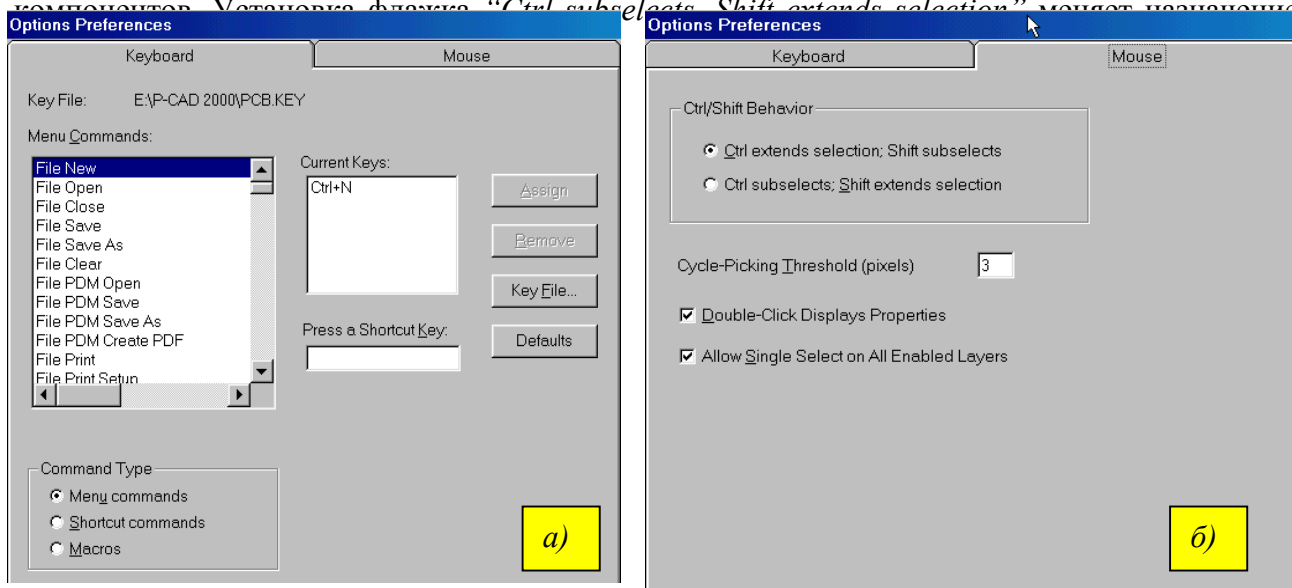

Рис. 7-12. Панель *Options Preferences*
- 2) На панели **Options Preferences** в закладке *Keyboard* можно переопределить назначение горячих клавиш для часто используемых команд (рис. 7-12, а). Здесь можно назначить клавишу или сочетание клавиш на любую команду основного меню, если выбрать в группе
3) На закладке *Mouse* (см. рис.7-12, б) можно определить поведение клавиш **CTRL** и **SHIFT**. При установленном флажке “*Ctrl extends selection. Shift subselects*” в группе *Ctrl/Shift Behavior*, нажатая клавиша **CTRL** позволяет проводить множественное выделение объектов. Нажатая клавиша **SHIFT** при этом позволяет проводить выделение подобъектов (атрибутов) компонентов. Варианты флажков “*Ctrl subselects. Shift extends selection*” может использоваться
Для запрете прокладки проводников на отдельных участках печатной платы в системе P-CAD используются так называемые барьеры трассировки. Команда **Options/Current Keepout** (см. рис. 7-12, б) позволяет установить текущий стиль отрисовки барьеров трассировки и их влияние. При этом барьеры трассировки можно отобразить в виде закрашенной области (полигона – *Polygon*) или в виде линий - *Line* (см. врезку). Флажки в группе *Layers* (слои) позволяют распространить действие барьера только на текущий слой (уста-
- 2) На панели **Options Current Radius** (рис. 7-12,в) в окне *Radius* наберите требуемое значение радиуса.
- 4) Повторите пп. 2-3 для всех устанавливаемых значений радиусов (см. рис. 7-12,в).